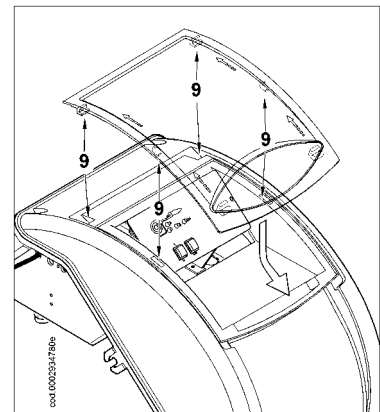

Figure 5
5) Pour repositionner correctement la porte transparente sur le tableau, procéder comme indiqué figure 5: positionner les crochets en face de leurs logements respectifs (9), faire coulisser la porte dans la direction indiquée par la flèche jusqu'au léger dé clic. A ce point l'installation est correcte.